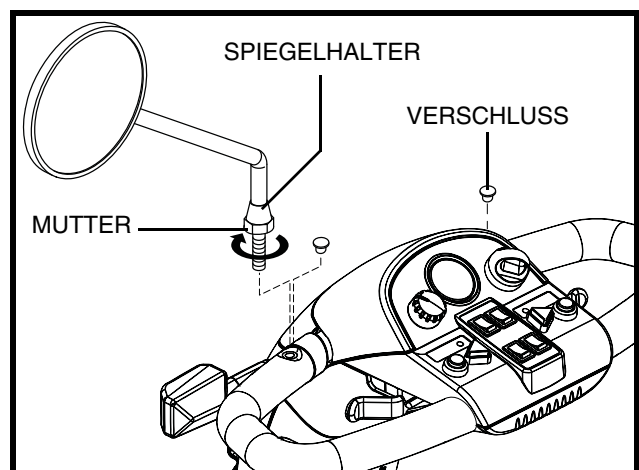

Abb. 14. Spiegel
**Anpassung (siehe Abb. 14):**